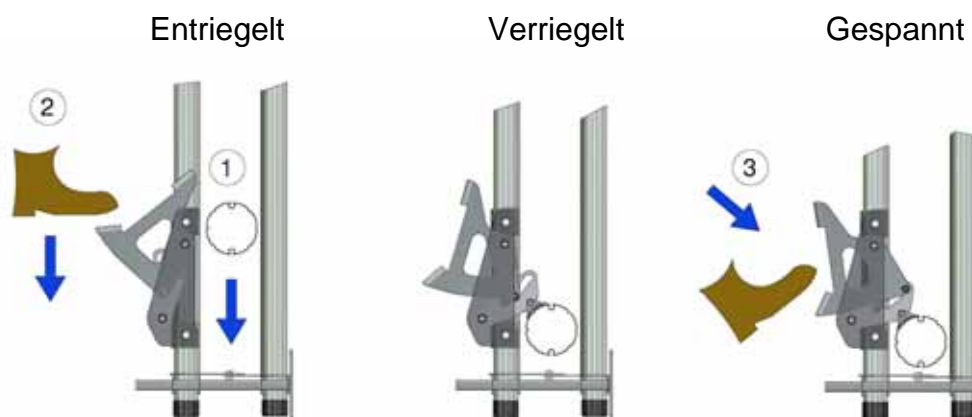

Abbildung 28: Verriegeln des Vorhangs
- 8.2 Im vollständig geschlossenen Zustand können die Sperrklinken manuell in der verriegelten Position eingerastet werden, damit das untere Rollrohr nicht angehoben werden kann. An windigen Tagen muss das untere Rollrohr nach unten gespannt werden, indem die Sperrklinke vollständig heruntergedrückt wird, siehe Abbildung 28.